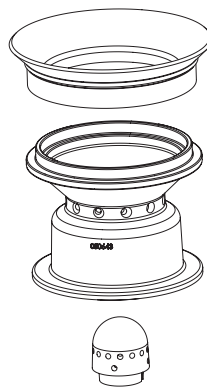

Fig. 59 Cono parte superiore e inferiore, spina aria primaria
- ▶ rimontare il bruciatore nella sequenza inversa – Fig. 59.